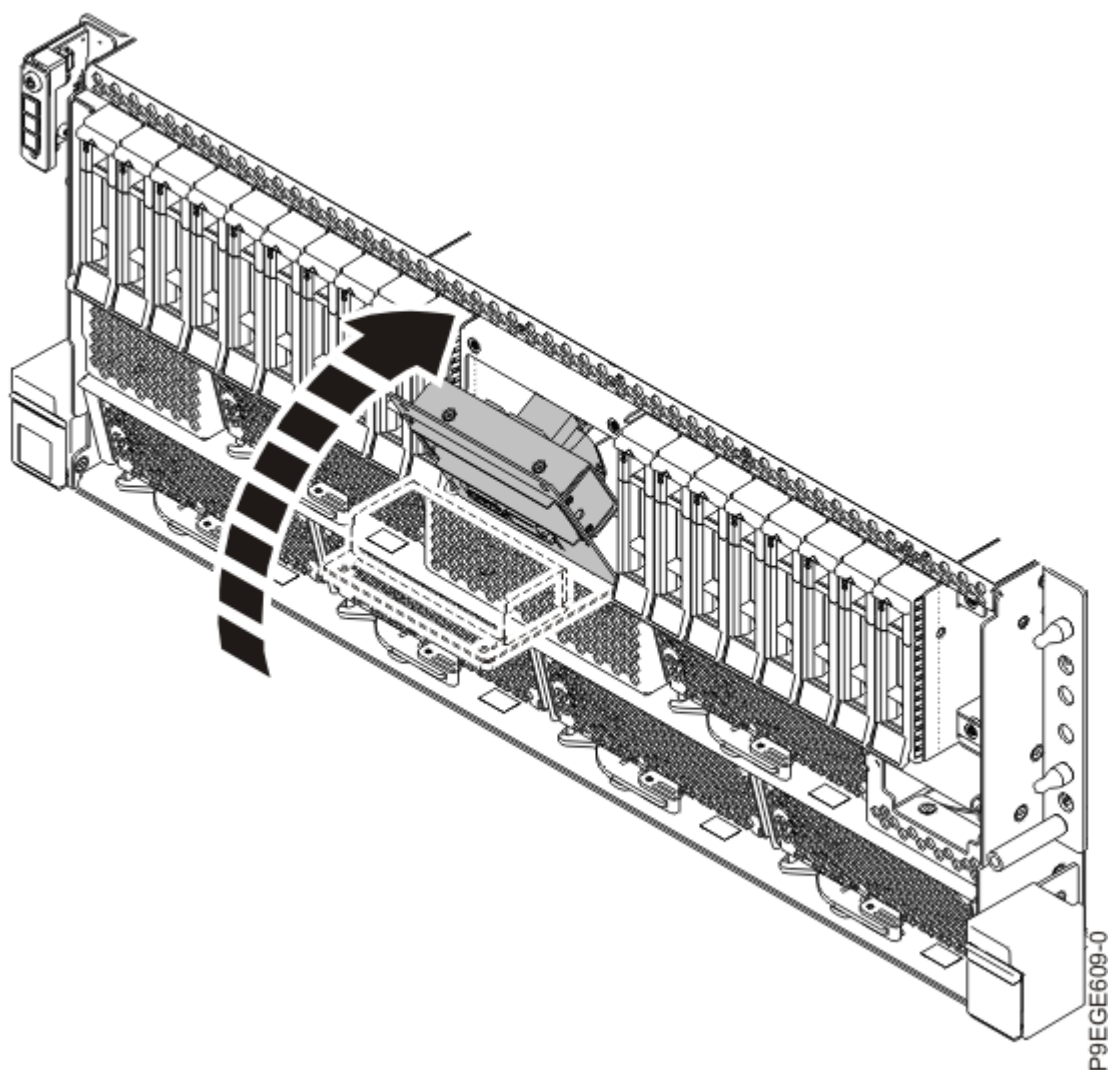

Figura 24. Colocación del receptáculo USB frontal en el chasis
4. Inserte el cable USB frontal y el receptáculo en el chasis, tal como se muestra en la Figura 24 en la página 26.